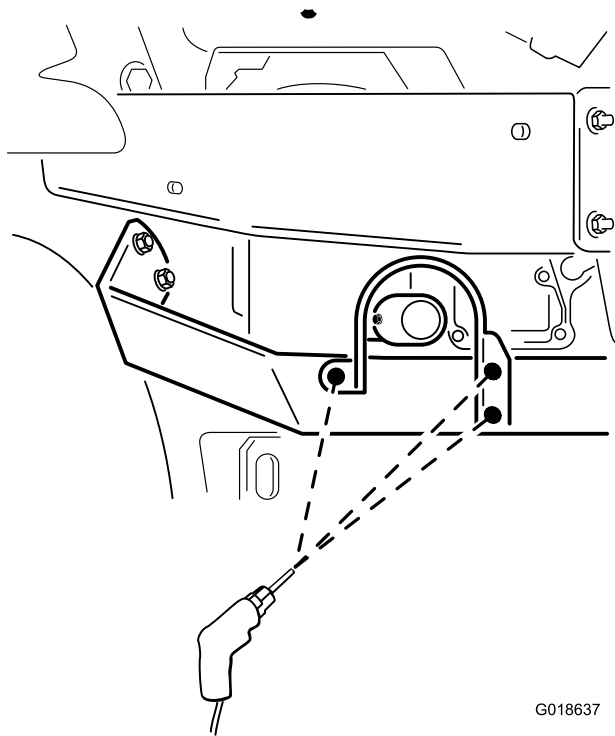

図 7
- i. 排気シールドの右フランジ穴が2つ付いている)を左下エンジンガードの後面に合わせる 図 7。
- ii. 排気シールドの右側のフランジの下側のエッジを、エンジンガードの下側のエッジに揃える 図 7。
- iii. 排気シールドの左フランジ穴が1つ付いている)を左下エンジンガードの小さい角部に合わせる 図 7。
- iv. 排気シールドの左フランジの上部エッジを、左下エンジンガードの上部エッジに合わせる 図 7。